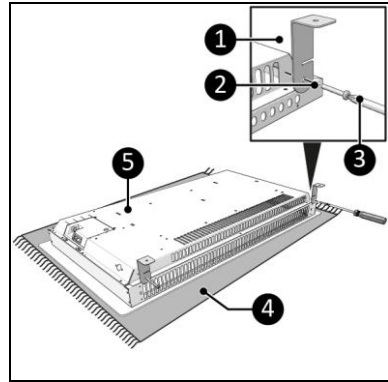

Abbildung 11
7. Legen Sie das Gerät auf eine stabile weiche Oberfläche (Abbildung 11, Pos. 4).
8. Schrauben Sie zwei Halterungen (Abbildung 11, Pos. 1) auf beiden Seiten des Hauptkörpers (Abbildung 11, Pos. 5) mit einer kleinen Schraube (Abbildung 11, Pos. 2) mithilfe eines Phillips Kreuzschlitzschraubendrehers (Abbildung 11, Pos. 3) fest.